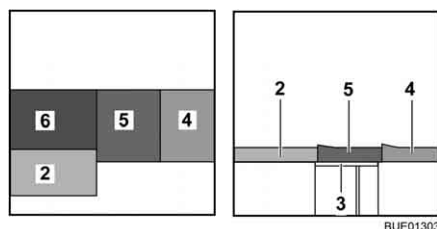

Fig. 126 Dopo la trasformazione
- Posizionare il cuscino del divano (Fig. 126,5) al centro.
- Posizionare il cuscino dello schienale (Fig. 126,4) tra il cuscino del divano e la parete.